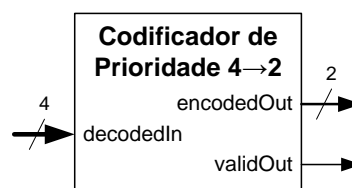

Figura 13 – Interface de codificador de prioridade.
**1.** Construa no seu *log book* a tabela de verdade de um codificador de prioridade 4→2 com indicação de saída válida. A interface deste componente é apresentada na Figura 13.